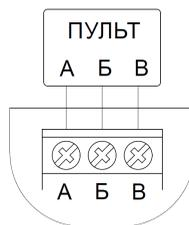

Рисунок 8. Подключение пульта.
- **пульт** подключать, как показано на рис. 8 (более подробно смотри руководство по эксплуатации на пульт).